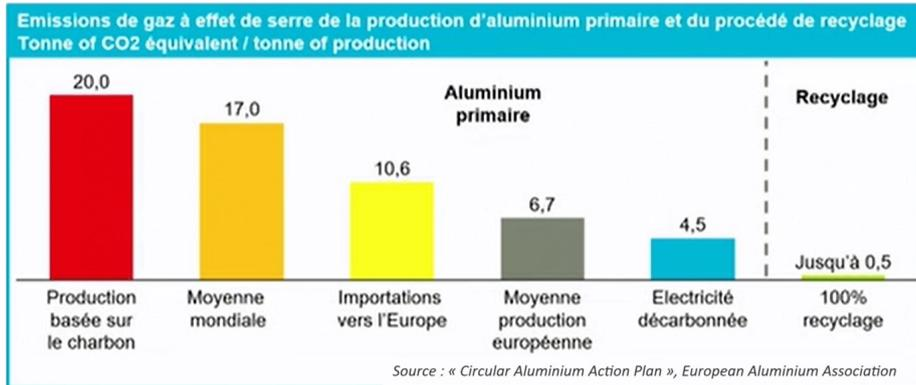

Figure 8 – Extrait de la conférence de Mme F. Mas, « Le recyclage de l'aluminium ».
- L'aluminium primaire issu successivement de l'extraction de la bauxite (riche en alumine  $\text{Al}_2\text{O}_3$ ), du raffinage de l'alumine et de son électrolyse très énergivore, émet en moyenne 17 tonnes de  $\text{CO}_2$  par tonne d'aluminium produite. Comme le montre la figure 8, si la source d'énergie est le charbon, cela atteint 20 tonnes de  $\text{CO}_2$  par tonne d'aluminium !